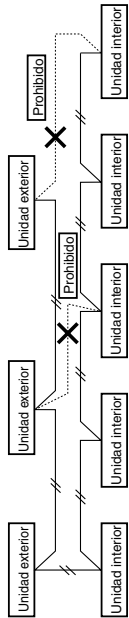

Fig. 5-1
- (1) Cuando conecte las unidades exteriores en una red (sistema de enlace de red S), desconecte el terminal extendido desde la clavija de cortocircuito (CN003, negra de 2 contactos, ubicación: parte inferior derecha del tablero PCB de control principal exterior) desde todas las unidades exteriores con excepción de cualquiera de las unidades exteriores. (Cuando salen de fábrica: En estado cortocircuitado). Si no se hace así, no se llevarán a cabo las comunicaciones del sistema de enlace de red S. Para un sistema sin enlaces (sin cables de conexión entre las unidades exteriores), no extraiga la clavija de cortocircuito.
- (2) No instale los cables de control entre unidades de forma que se cree un bucle. (Fig. 5-1)